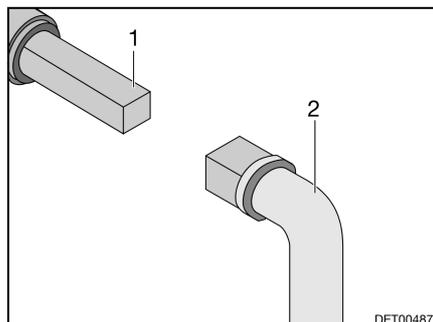

Fig. 103 Utilisation du robinet d'évacuation des eaux usées
- Insérer la clé (Fig. 103,2) sur la vis à quatre pans (Fig. 103,1).